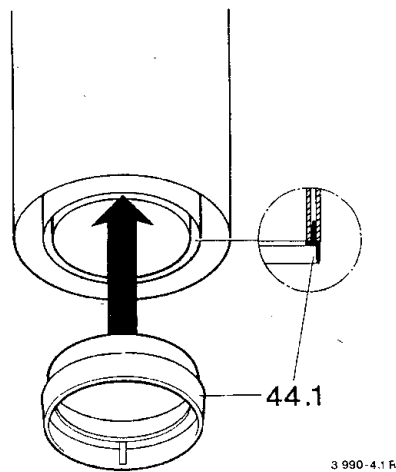

Bild 4
- Doppelrohr (44) rechtwinklig ablängen und Schnittkanten entgraten
- Dichtung (44.1) entsprechend Bild 4 einbauen